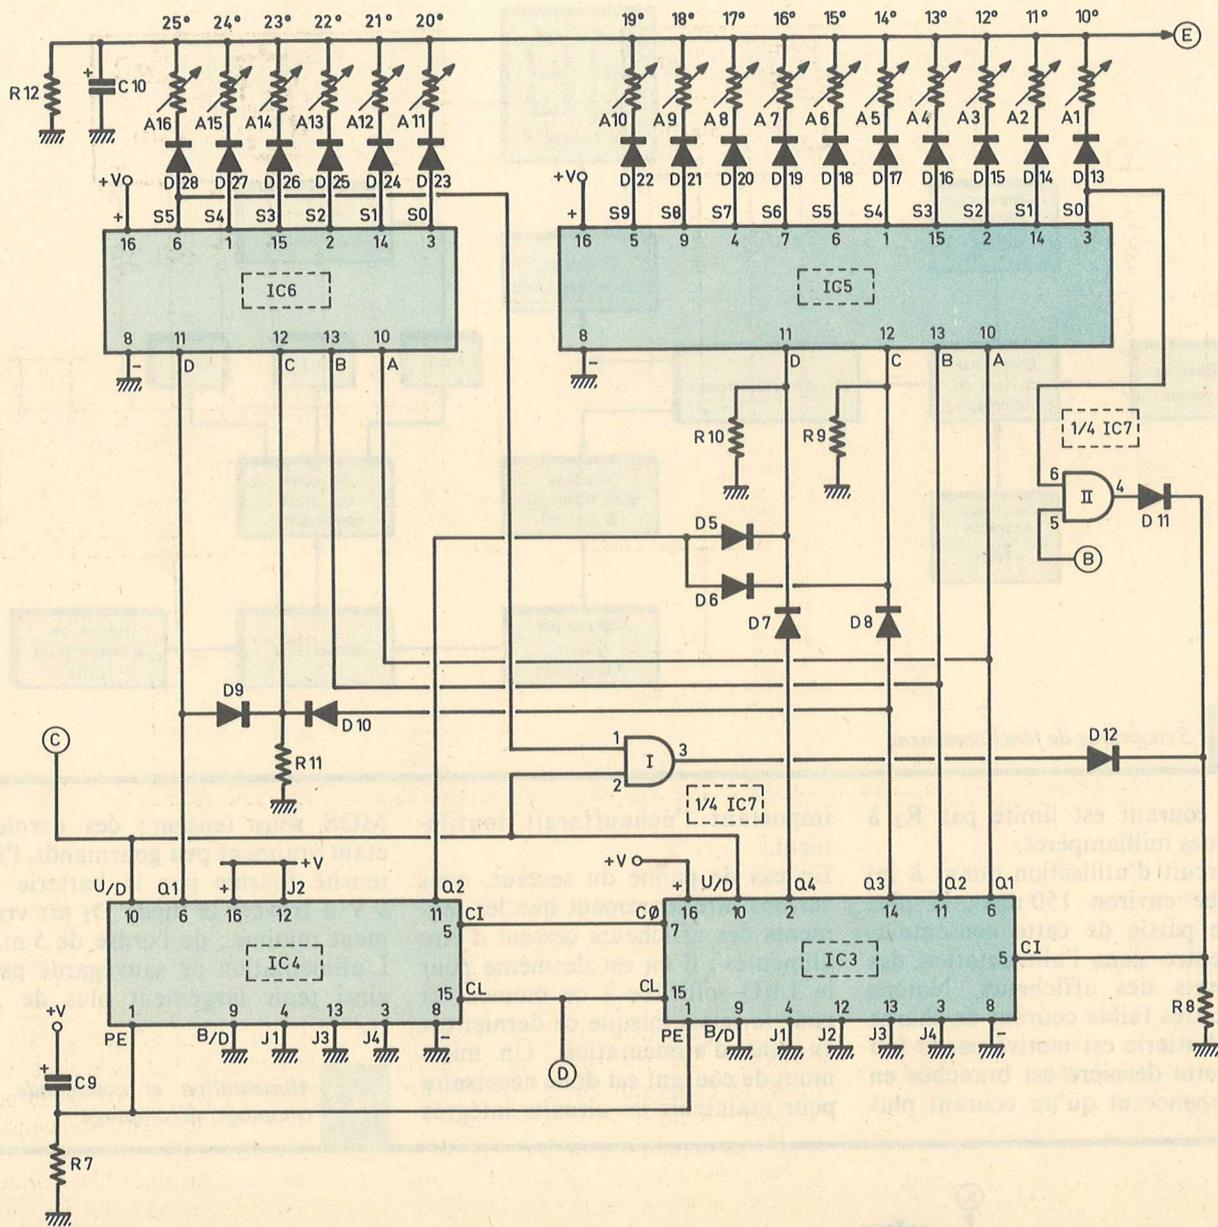

Fig. 4 Sélection des températures.
### c) Comptage-décomptage (fig. 4)
d) Décodage sur 16 sorties (fig. 4)
Les boîtiers IC5 et IC6 sont des circuits décodeurs CD 4028 dont le rôle consiste à décoder les entrées BCD et à présenter le résultat sur sorties décimales. Ils comportent ainsi 10 sorties repérées S0 à S9. Une position donnée se matérialise par un état haut sur la sortie correspondante et par un état bas sur toutes les autres sorties. La figure 8 représente le tableau de fonctionnement d'un tel décodeur. Notons également qu'en cas de dépassement de la valeur binaire 1001 (9), toutes les sorties présentent un état bas. Par exemple 1011 (11) se traduit par un état bas général sur les sorties S0 à S9 du décodeur. Mais revenons à présent à la figure 4. Pour les positions 10 à 19 des compteurs IC3/IC4, le décodeur IC5 fonctionne normalement et les sorties présentant un état haut sont en